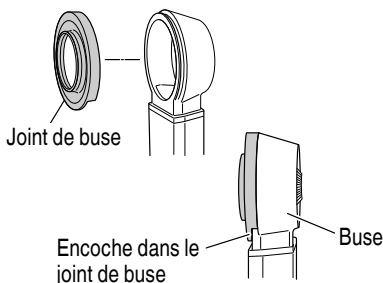

Fig. 19
7. Remplacement du joint de la buse et le capuchon de la brosse (Fig. 19, 20)
- (a) Remplacement du joint de la buse (Fig. 19)